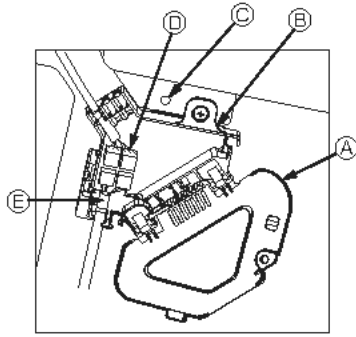
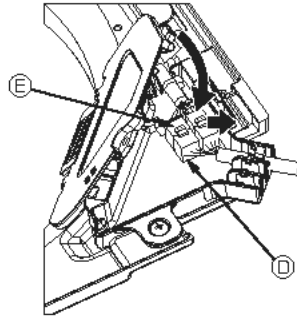

Fig. 10-8
Fig. 10-9
- ① Konektör kutusu kapağını tespit eden vidayı çıkarın ve daha sonra kapağı açın.
- ② Güvenli bir şekilde kanatçık motorunun bağlantı kablo konektörlerini ve panel kanatçık motor kablo bağlantısını güvenli bir şekilde bağlayın. (Fig. 10-8)
- ③ Konektör kutusu kapağını kapatın.
- Konektör kutusu kapağını kapatırken, ok ile gösterilen yönde kapağı kaydırın ve çıkıntının sıkıca yerleştiğinden emin olun. (Fig. 10-9)